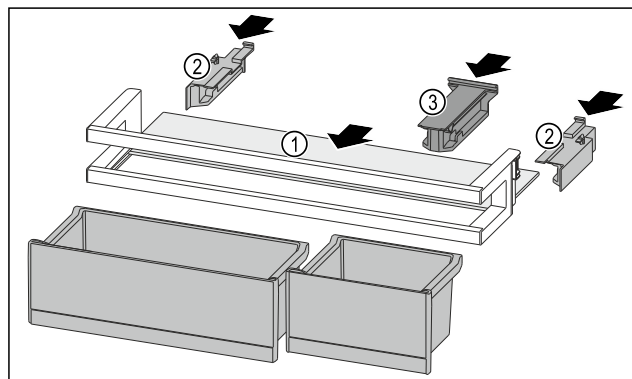

Fig. 122
- Skjut in dörrfacket *Fig. 122 (1)* i ursparingarna på sidan.
- Sätt in sidodelarna *Fig. 122 (2)*.
- Sätt in fästdelen *Fig. 122 (3)*.